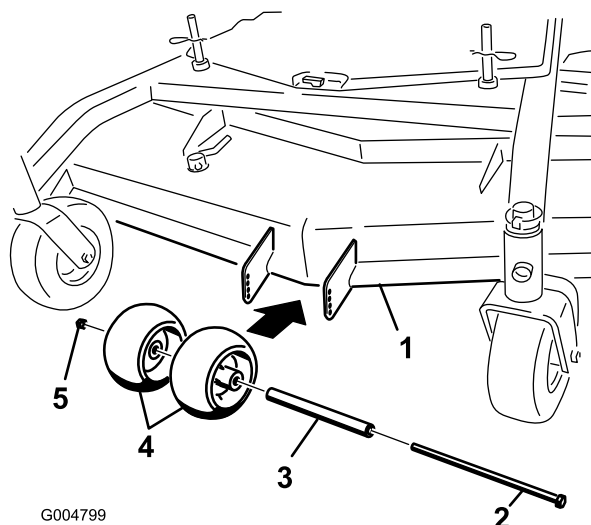
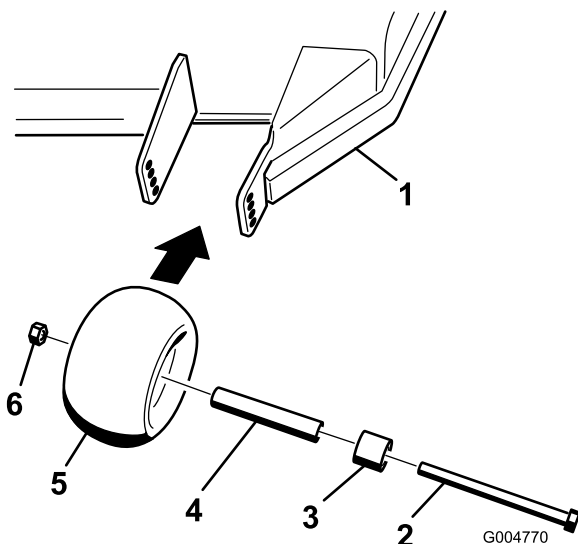
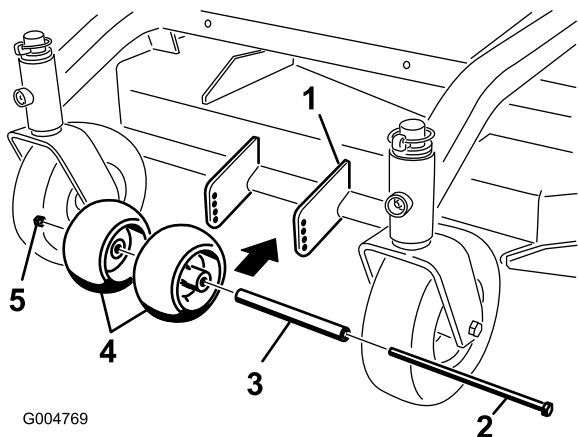

Figure 14
Figure 15
Figure 16
1. Après avoir réglé la hauteur de coupe, vérifiez que les galets anti-scalp procurent une garde au sol minimale de 10 mm (3/8 pouce) (Figure 14, Figure 15, Figure 16).
2. Si un réglage est nécessaire, retirez le boulon, les rondelles et l'écrou (Figure 14, Figure 15, Figure 16).
3. Choisissez le trou requis pour que les galets anti-scalp soient à 10 mm (3/8 pouce) ou plus du sol (Figure 14, Figure 15, Figure 16).
4. Remettez le boulon et l'écrou (Figure 14, Figure 15, Figure 16).